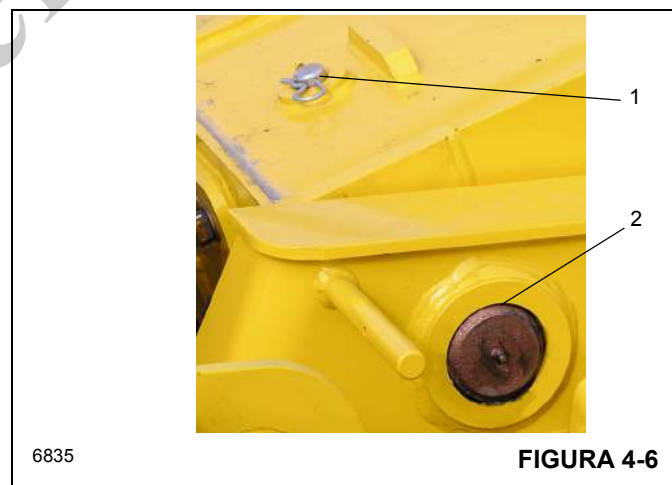

FIGURA 4-6
14. Remova o pino do grampo e o pino de retenção (Figura 4-6, 1) que fixam o eixo do pivô da lança (Figura 4-6, 2) na lança ao conjunto da superestrutura.